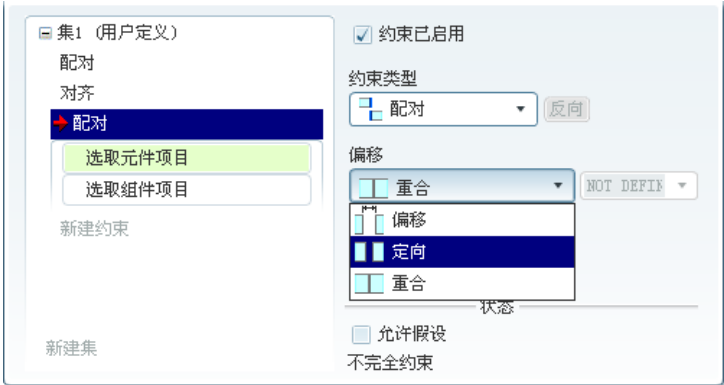

图 7.3.7 “放置”界面（一）
(1) 在元件放置操控板中单击 **放置** 按钮，在弹出的“放置”界面中取消选中 ☐ 允许假设 复选框。
(2) 设置元件的定向。
① 在“放置”界面中单击“新建约束”字符。
② 约束类型为 **配对**，在 **偏移** 下拉列表中选择 **定向**（如图 7.3.7 所示）。